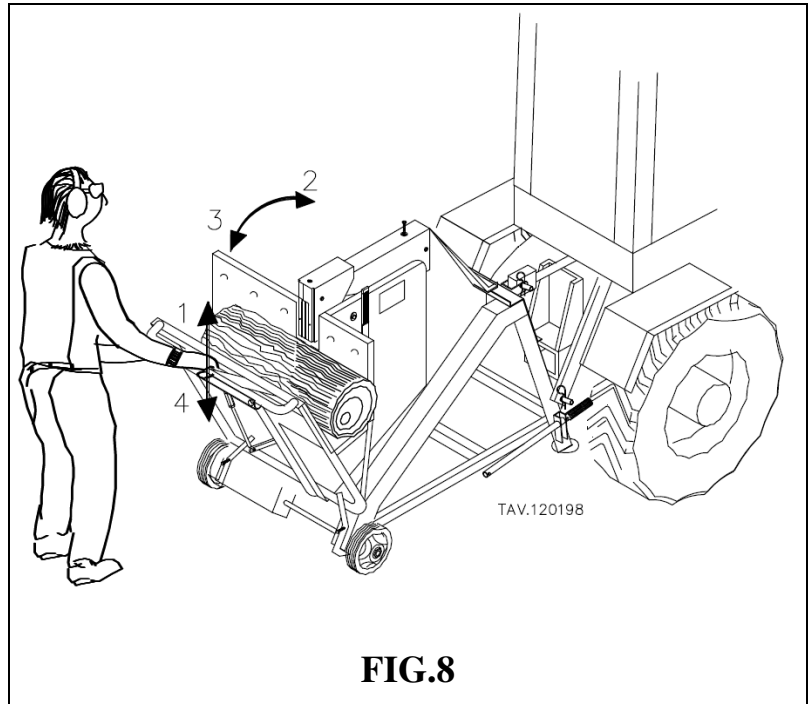

FIG.8
3. L'operatore, dotato di guanti, otoprotettivi, occhiali di protezione e mascherina, preme e spinge in avanti la maniglia (pos.115) di avanzamento del telaio basculante (pos.4) (vedi fig.8).